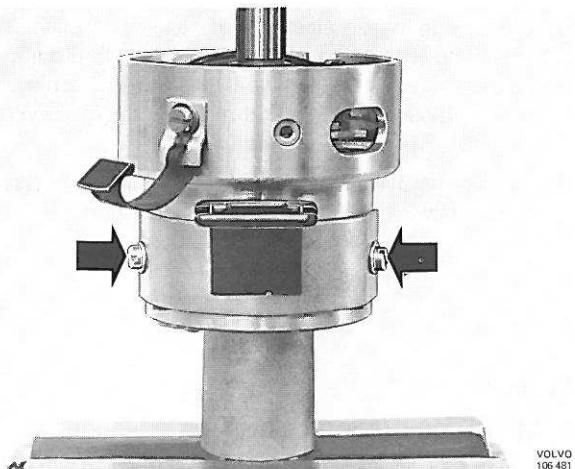

Fig. 3-50. Dépose de contacteurs à impulsion
4. Déposer les contacteurs à impulsion, voir la fig. 3-50.